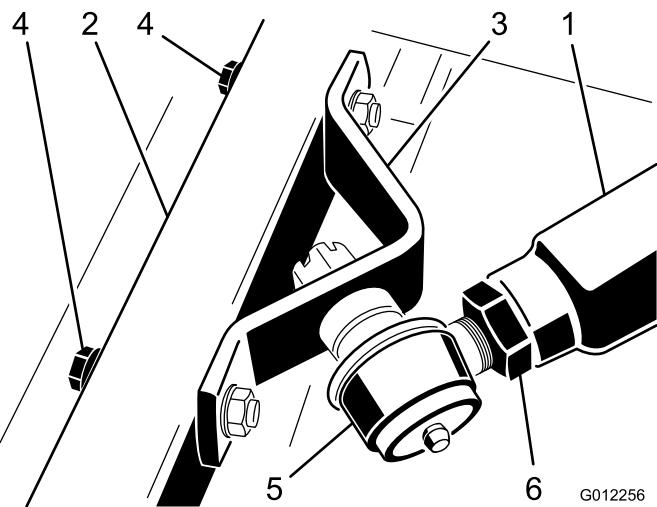

Figura 22
5. Fatevi aiutare da un'altra persona ad abbassare il braccio di spinta destro mentre rimuovete viti a testa cilindrica, rondelle piane e dadi di bloccaggio che fissano il supporto del giunto sferico al braccio della ruota orientabile sull'apparato di taglio (Figura 22). La persona che vi assiste può spostare il braccio di spinta
- Con l'aiuto di un'altra persona, spingete con cautela il braccio di spinta destro verso il basso in modo che i fori del supporto del giunto sferico siano allineati con quelli del braccio delle ruote orientabili (Figura 22).